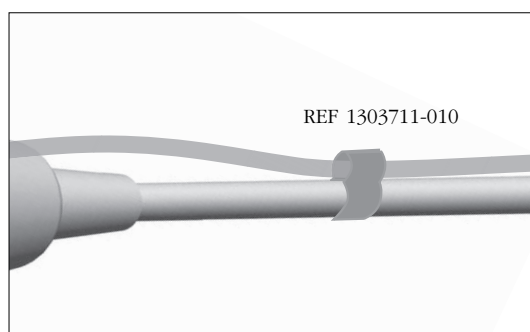

fig. 9
L. Fixer le tuyau-spray au câble-moteur à l'aide des brides de fixation REF 1303711-010 **fig. 9**.